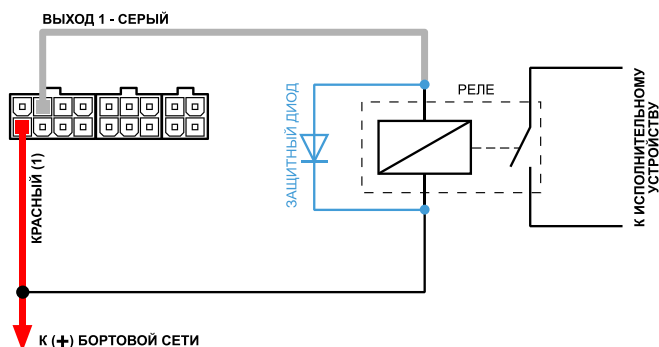

Рис.14. Схема подключения дискретного выхода.
- в программе DisplayConfigure нажмите кнопку «Найти устройства» (Рис.14, п.1), программа выполнит поиск найденных устройств;
- в списке найденных устройств выберите нужное устройство по серийному номеру (Рис.14, п.2), затем нажмите кнопку «Открыть» (Рис.14, п.3). Настройки выбранного дисплея будут считаны в программу.